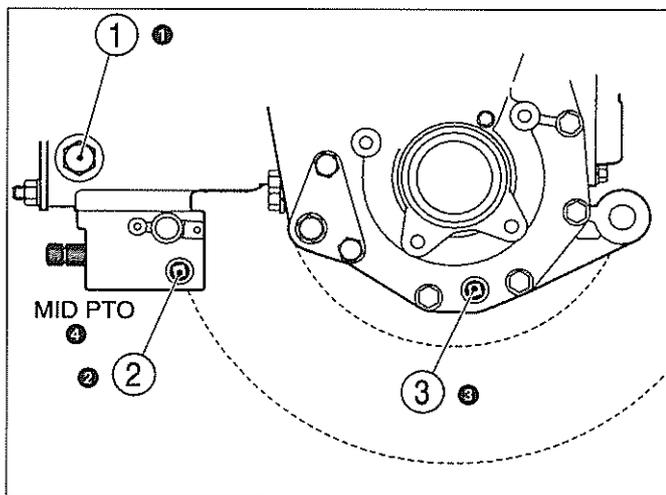

FIG. 44 / ABB. 44 / FIG. 44
① A gauche - ② A gauche - ③ De chaque côté - ④ Prise de force centrale
① Links - ② Links - ③ Auf beiden Seiten - ④ Mittleres Zapfwellengetriebe
① Links - ② Links - ③ Aan beide kanten - ④ Middenaftakas
FIG. 44 : Pour remplacer l'huile de transmission, retirez le bouchon de vidange (1) ainsi que le deuxième bouchon de vidange (2) sous la boîte de vitesse de prise de force centrale, et les bouchons de commande finale (3) sur chaque essieu. Purgez toute l'huile du système.